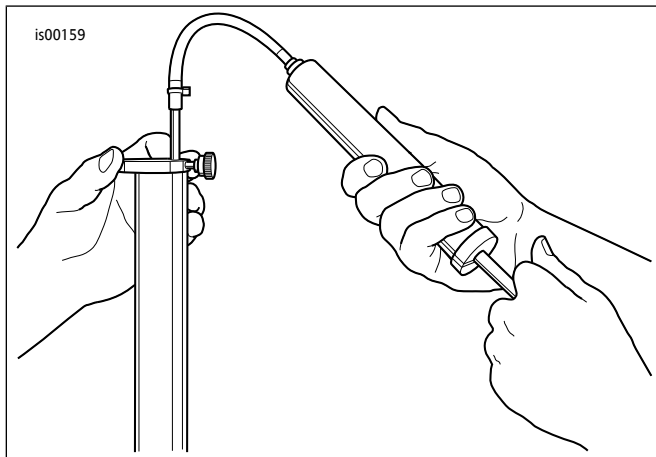

图5。清除多余的叉机油（HD-59000B）
- a. 参见图5。取出Front Fork Oil Level Gauge(前叉油位量表)(HD-59000B)。